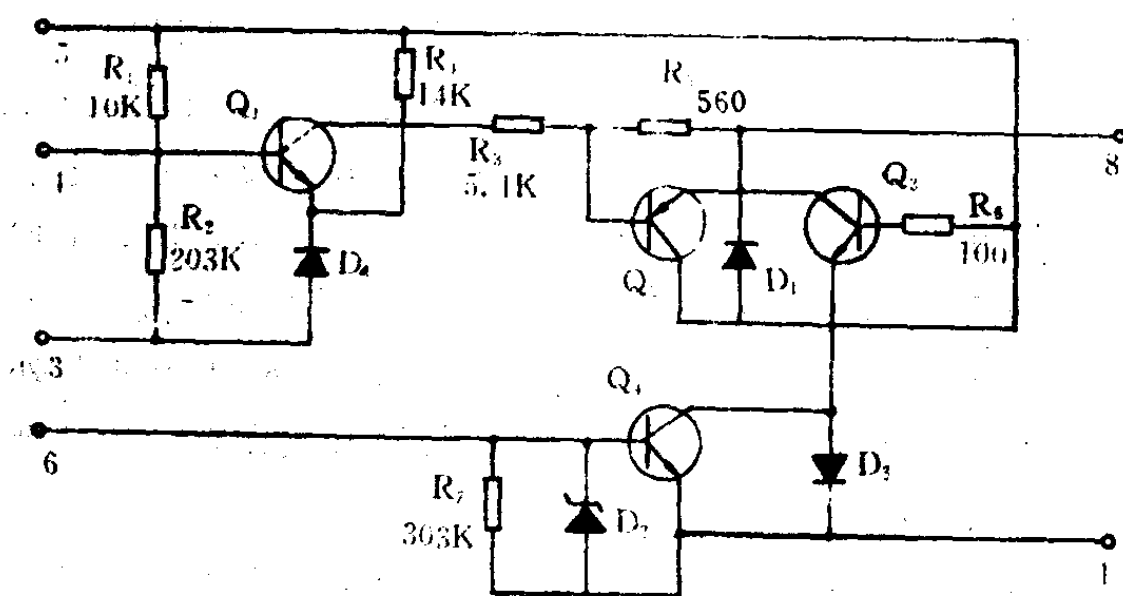

图 4-6 HM8951B 的内部电路
HM8951B 是我国 8951 厂生产的电源厚膜电路, 首先应用在北京牌 8316 型彩色电视机中, 它的内部电路结构如图 4-6 所示。其中包括误差放大电路、过压保护电路及过流保护电路等部分。
- ①脚：空脚，定位用；
- ②脚：无，定位用；
- ③脚：基准电压供电端，正常工作电压在 -40V 左右；
- ④脚：取样电压输入端，正常工作电压在 -33V 左右；
- ⑤脚：厚膜电路供电端，正常工作电压在 0.6V 左右；
- ⑥脚：过压及过流保护输入端，正常工作电压约 0.6V ；
- ⑦脚：电源接地端；
- ⑧脚：厚膜电路输出端，正常工作电压在 1.2V 左右。
在图 4-6 中， Q_1 、 R_1 、 R_2 、 D_1 、 R_3 及 R_5 组成了误差放大电路，其中 Q_1 为误差放大管；稳压二极管 D_1 与电阻 R_1 组成了基准电压产生电路； R_1 与 R_2 为 Q_1 的偏置电阻，取样电压经 R_1 、 R_2 分压后加到误差放大管 Q_1 的基极； R_3 为隔离耦合及输出电路电阻。误差放大管 Q_1 集电极的电压变化经 R_3 、 R_5 及⑧脚加到外接电源开关调整管（对于北京 8316 型机而言即电路中的 V_{801} ）的基极。正常工作时③脚的供电在 R_1 、 D_1 的作用下使 Q_1 的射极获得一个不受外界影响的基准电压（③、⑤脚间电压变化时，因 D_1 两端电压不变，所以射极电压不变），从而使 Q_1 的工作点只受基极电压的控制，即只受④脚电压变化的控制。而④脚为取样电压输入端，是随之输入、输出电压变化的，当电源输入及输出电压升高时，④脚取样电压随之升高， Q_1 的偏置增大、 Q_1 导通电流增大、内阻降低、集电极电压下降。由于该电压通过 R_3 、 R_5 及⑧脚与外接电源开关调整管的基极相接，因此导致开关调整管的基极偏置减小、导通时间缩短、电流减小，从而使电源输出电压降低。反之，当电源输入或输出电压降低时，④脚取样电压降低， Q_1 的偏置减小，导通电流随之减小，内阻增大，集电